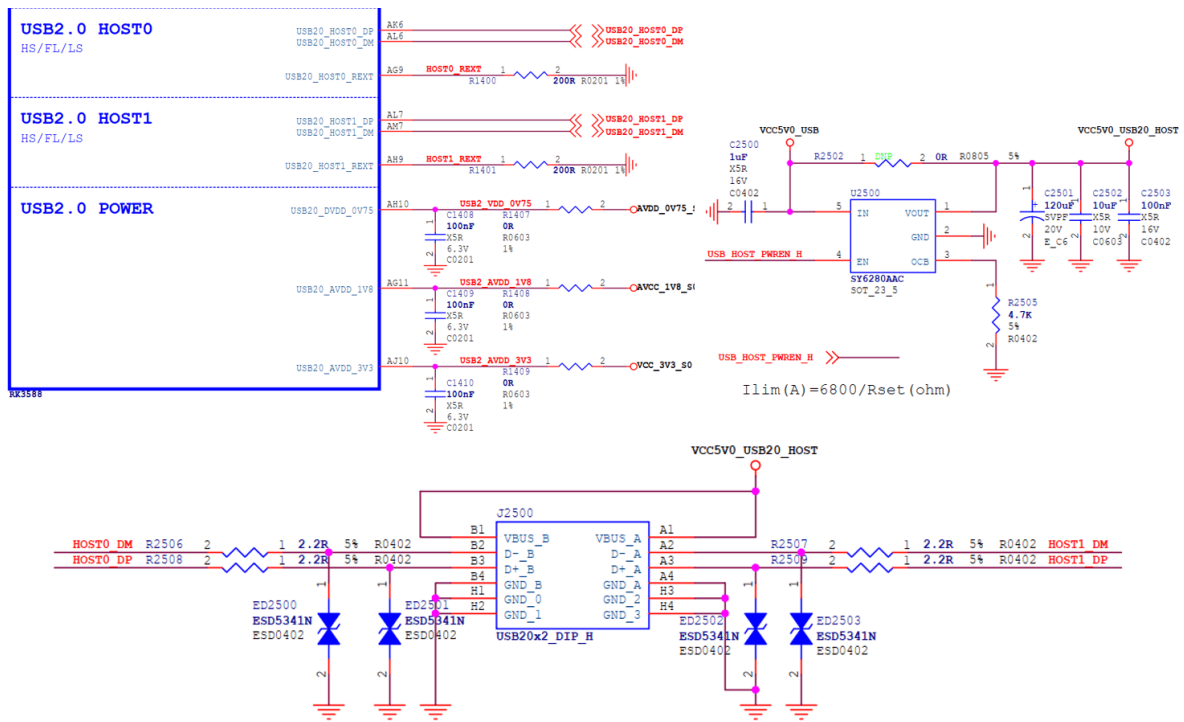

图 26 RK3588 Type-A USB 2.0 HOST 电路
1. USB 2.0 HOST0/1 共用 VBUS 供电电源 (VCC5V0_USB20_HOST)，由 GPIO 控制稳压芯片 SY6280AAC 输出 VBUS。最大输出电流由稳压芯片的 OCB pin 连接的电阻决定，最大电流 $I_{lim}(A)=6800/R_{set}(ohm)$ ，如下图 26 所示，VBUS 输出限流为 1.45A；